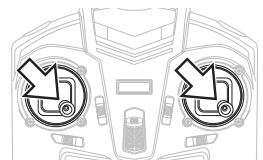

図3
2. 左スティックを右下、右スティックも右下で同時に保持します(図3)